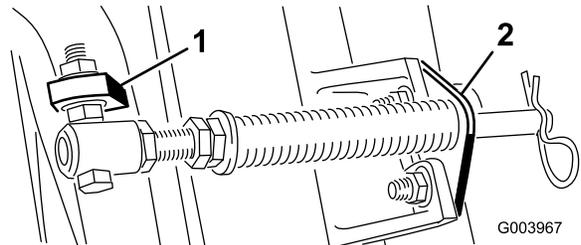

Bild 6
- Montieren Sie die Schraube des Federrohrs an der anderen Lasche am Trägerrahmen und befestigen Sie sie mit der Bundmutter. Der Schraubenkopf zeigt zur Außenseite der Lasche, siehe Bild 6.
- Montieren Sie die Stangenhalterung mit den Schlossschrauben und Muttern an den Mähwerklaschen (Bild 6).